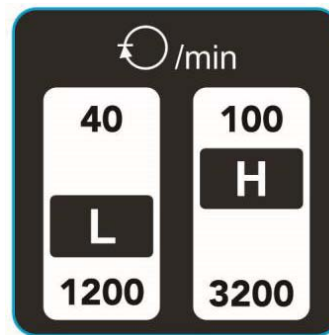

Рис. 14
Частота вращения станка регулируется ручкой плавного переключения (D), а также положением ремня на шкивах (Рис. 14).